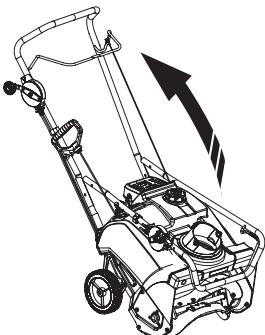

Рис. 2
- Поднимите верхнюю ручку в рабочее положение (Рис. 2).